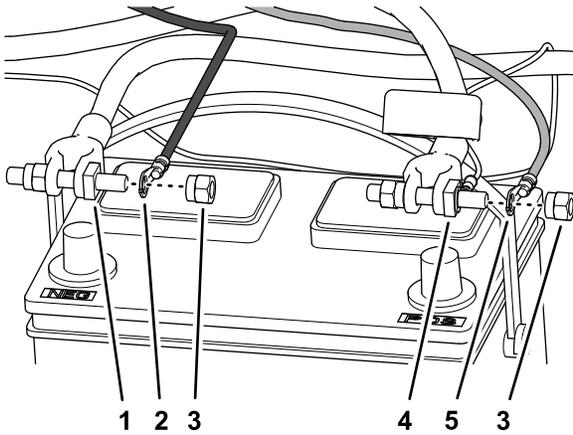

Figura 6
2. Monte o terminal de anel da cablagem de alimentação do fio rotulado BATTERY (-) (bateria -) no parafuso de grampo da bateria do cabo negativo da bateria com uma porca de grampo da bateria (Figura 6).
3. Monte o terminal de anel da cablagem de alimentação do fio rotulado BATTERY (+) (bateria +) no parafuso de grampo da bateria do cabo positivo da bateria com uma porca de grampo da bateria (Figura 6).